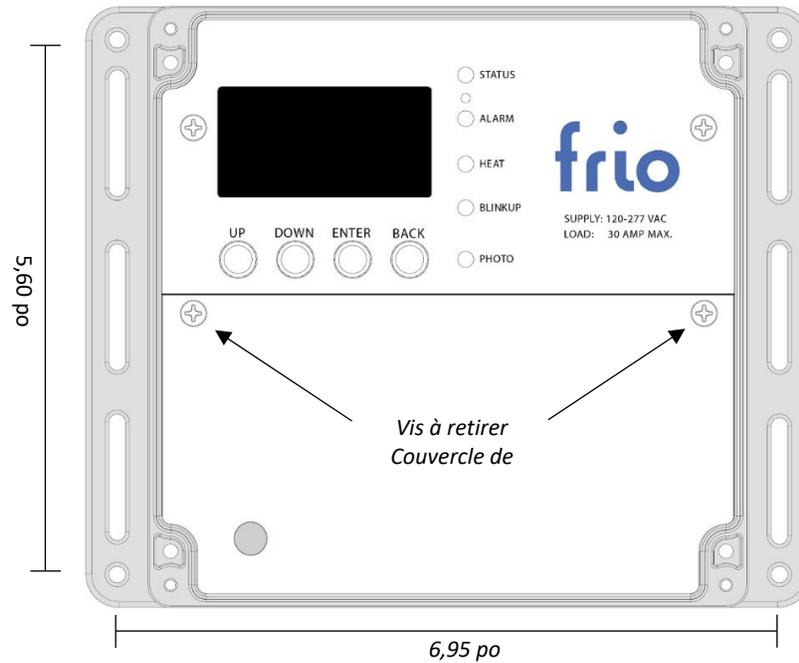

Figure 2 : Vue de dessus du contrôleur Frio S1 indiquant les dimensions des trous de montage.
3. Identifiez les emplacements des trous sur la surface verticale où vous installerez le contrôleur, en suivant les dimensions spécifiées dans la figure 2. Veillez à ce que la surface de montage soit plane et permanente, et assurez-vous que le contrôleur est protégé contre d'éventuels dommages.